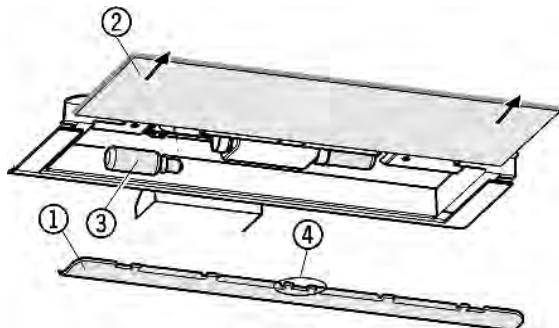

Fig. 13
- Снятие накладки Fig. 13 (1): сзади возьмитесь пальцем за накладку и снимите её с фиксатора.
- Извлеките стеклянную полку Fig. 13 (2).
- Лампу накаливания Fig. 13 (3) заменить.
- Установка накладки на место: защелкните справа и слева, следя за тем, чтобы средний крюк Fig. 13 (4) захватил стеклянную полку.